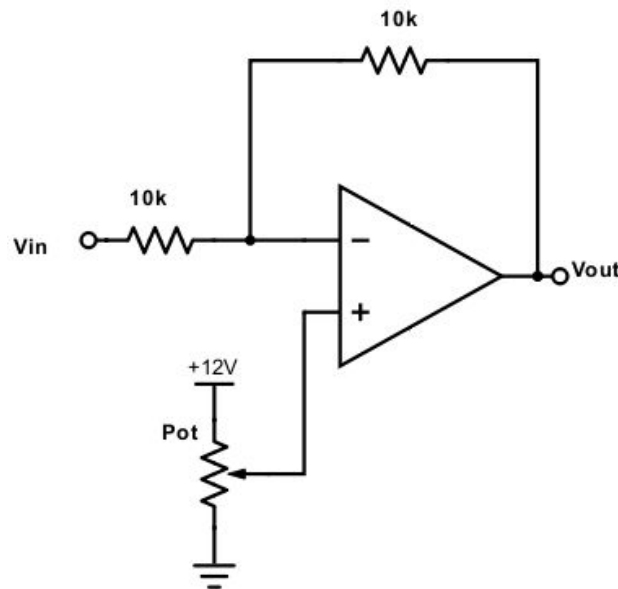
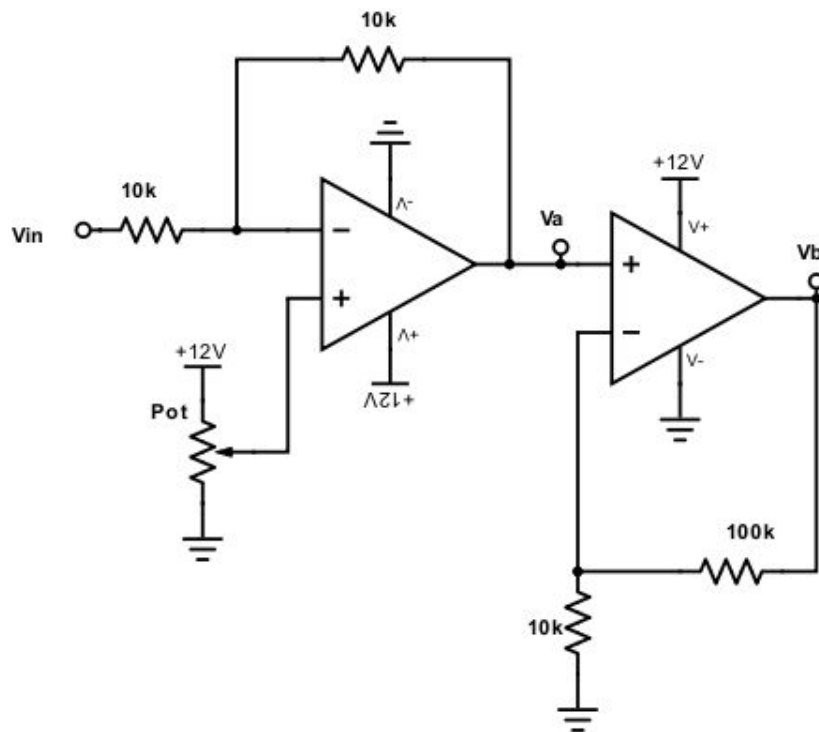

Figura 3: Circuito com um ampop.
Figura 4: Circuito com dois ampops.
4.3. Monte o circuito mostrado na Figura 3. Alimente o circuito com  $V_+ = 12V$  e aterrando  $V_-$  e use o potenciômetro linear.
4.4. Estenda o circuito da figura 3 para o circuito mostrado na figura 4.